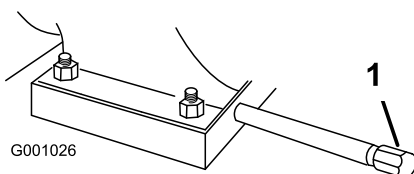

Figure 40
1. Nettoyez la surface autour du bouchon de vidange d'huile (Figure 40).